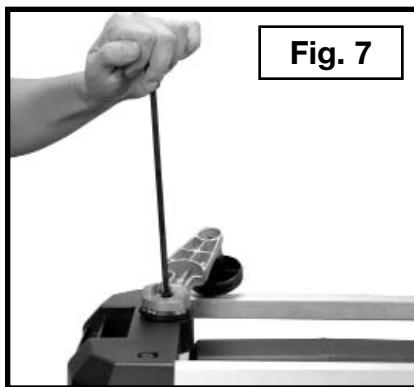

Fig. 7
- Sujete el mango de ajuste del cabezal de corte al eje con el tornillo de cabeza estrellada M6 de 20 mm y la arandela de bloqueo, utilizando la llave provista para el cabezal de corte (Fig. 7).